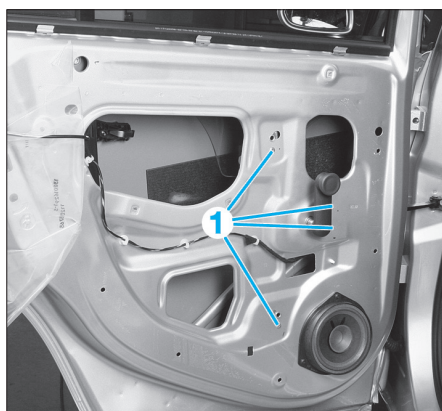

Fig. 42
- Percer les rivets (1) (Fig.42).